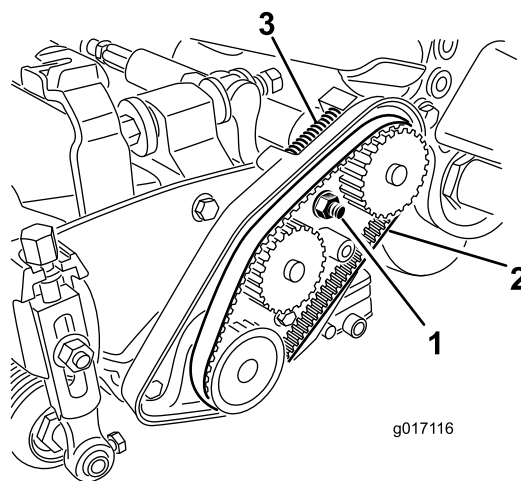

图16
3. 松开轴承座螺母图16。
5. 拆下皮带 (图16)。
12. 确保压缩弹簧对皮带 (图16) 施加张紧力。